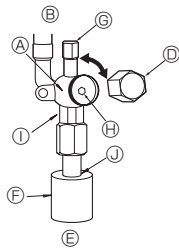

Fig. 4-6
(1) Сторона с газом/жидкостью ZM35-71 (Fig. 4-6)
① Снимите колпачок и поверните шток золотника против часовой стрелки до упора, используя для этой цели 4 мм шестиугольный гаечный ключ. Прекратите поворачивать шток в момент, когда тот достигнет стопора.